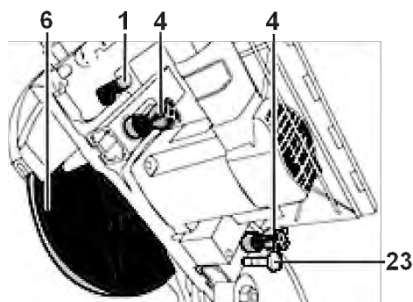

Рисунок 4
4.3.2 Поднимите пильную голову в верхнее положение освободив стопор 23 (рисунок 4).
Зафиксируйте это положение, утопив стопор 23 (рисунок 4).
4.4.2 Отпустите винты-барашки 4 (рисунок 4) и максимально поднимите опорный стол 18 (рисунок 2). Зафиксируйте стол, затянув винты фиксации опорного стола 4. Если опорный стол 18 не находится в крайнем верхнем положении – разблокировка пильной головы невозможна.
4.4.3 Установите пильную голову изделия в строго вертикальное положение, для чего прижмите ее вниз, оттяните стопор 23 (рисунок 4) и, придерживая рукоятку 2 (рисунок 1), дайте возможность пильной голове под воздействием пружины переместиться в верхнее положение. Отпустите стопор 23.
Отпустите винты-барашки 4 (рисунок 4) и установите высоту опорного стола в соответствии с необходимой глубиной распила. Затяните винты для фиксации высоты опорного стола.